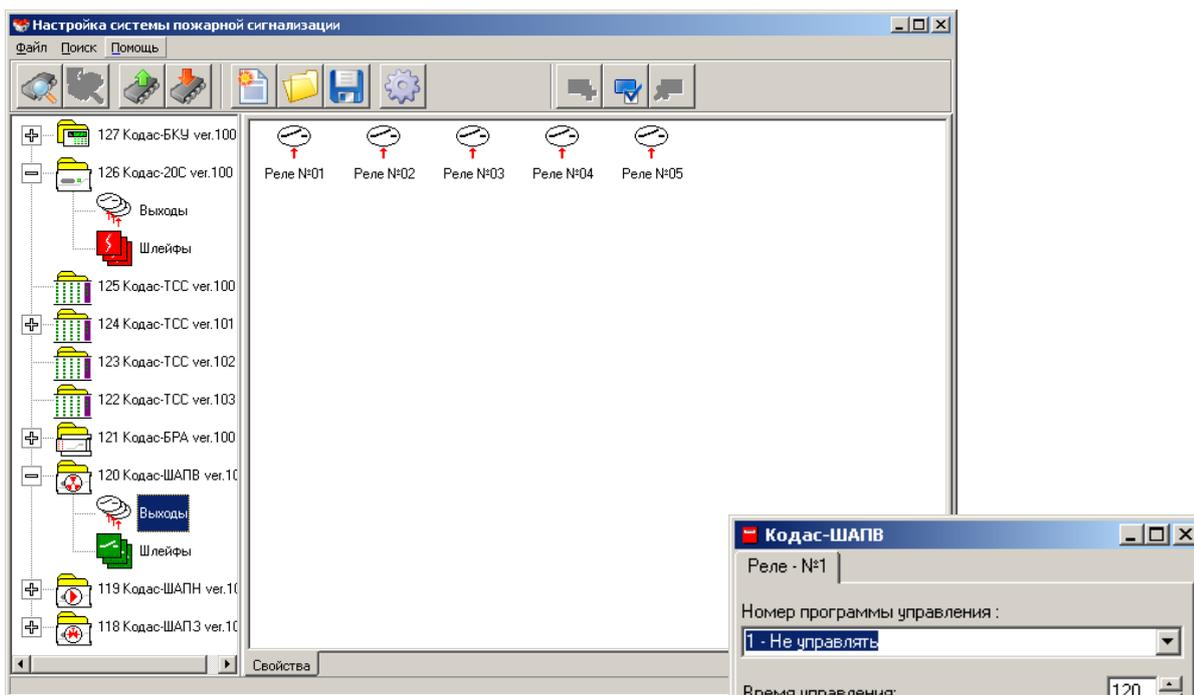

Рис. 33
3. настройки выходов (реле) (рис. 33, 35, п. 5.4.2);
6. настройки выходов (реле) (рис. 33, 35, п. 5.4.2);